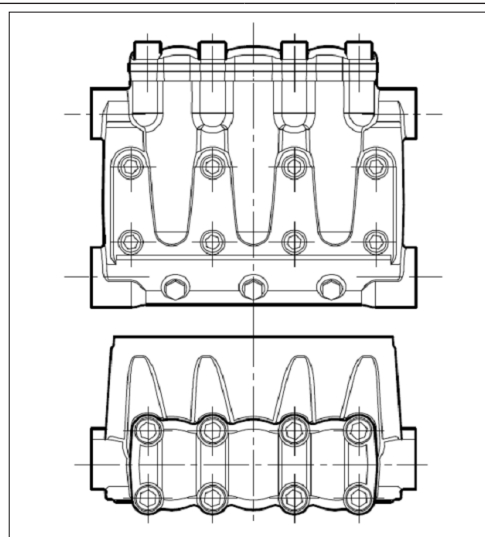

Fig. 34
** Os parafusos de fixação do cabeçote pos. de explosão 39 devem ser apertados com chave dinamométrica, respeitando a ordem relacionada no esquema da Fig. 34.
*** Os parafusos de fixação da cobertura da válvula da pos. de explosão 41 devem ser apertados com chave dinamométrica, respeitando a ordem relacionada no esquema da Fig. 34.